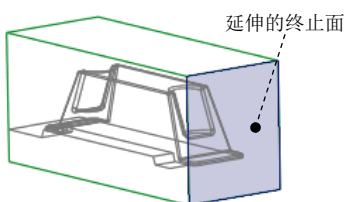
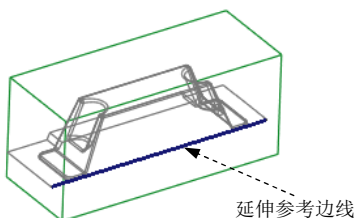
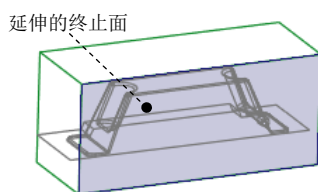

图 12.20 选取延伸的终止面
图 12.21 选取延伸边线
图 12.22 选取延伸的终止面
- (2) 单击 **分型面** 功能选项卡 **编辑** 区域的 **延伸** 按钮，此时出现 **延伸** 操控板。
- (3) 选取延伸的终止面。
- ① 在操控板中按下  按钮（延伸类型为至平面）。
- ② 在系统的提示下，选取图 12.20 所示的坯料的表面为延伸的终止面。
- ③ 单击  按钮，完成延伸曲面 4 的创建。
- (1) 按住 **Shift** 键，选取图 12.21 所示的边线为延伸参考边线。
- ① 在操控板中按下 **至平面** 按钮（延伸类型为至平面）。
- ② 在系统的提示下，选取图 12.22 所示的坯料的表面为延伸的终止面。
- ③ 单击 **✓** 按钮，完成延伸曲面 5 的创建。